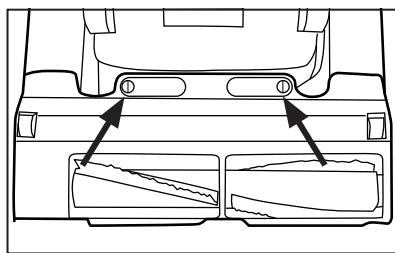

Fig. 1
2. Enlevez les deux vis en maintenant le plateau inférieur en place (Fig. 1).